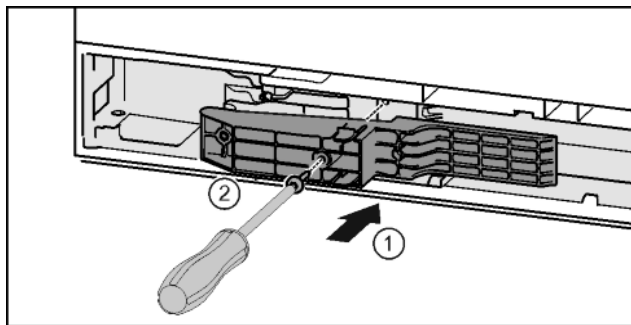

Fig. 40*
- ▶ Adapterstück auf der Griffseite in die Aussparung einsetzen. Fig. 40 (1)*
- ▶ Schrauben mit Schraubendreher T15 festschrauben. Fig. 40 (2)*